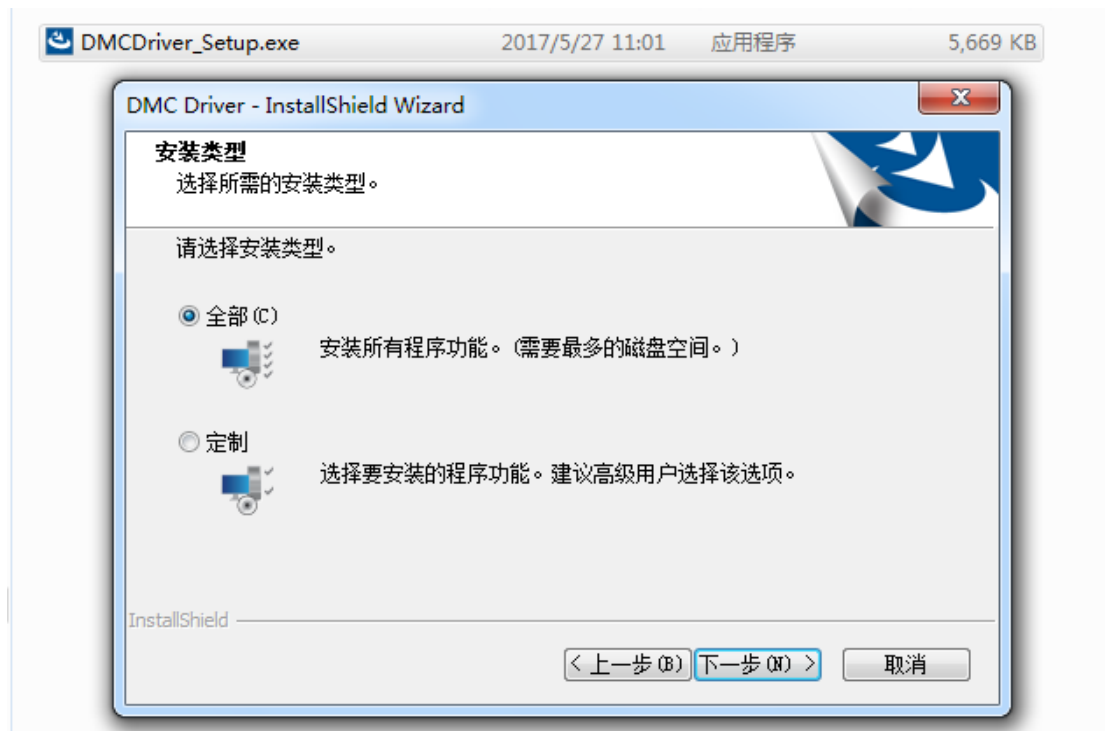

图 4.5 安装类型选择
3、如图 4.5 所示，请选择“全部”，然后点击“下一步”继续安装。